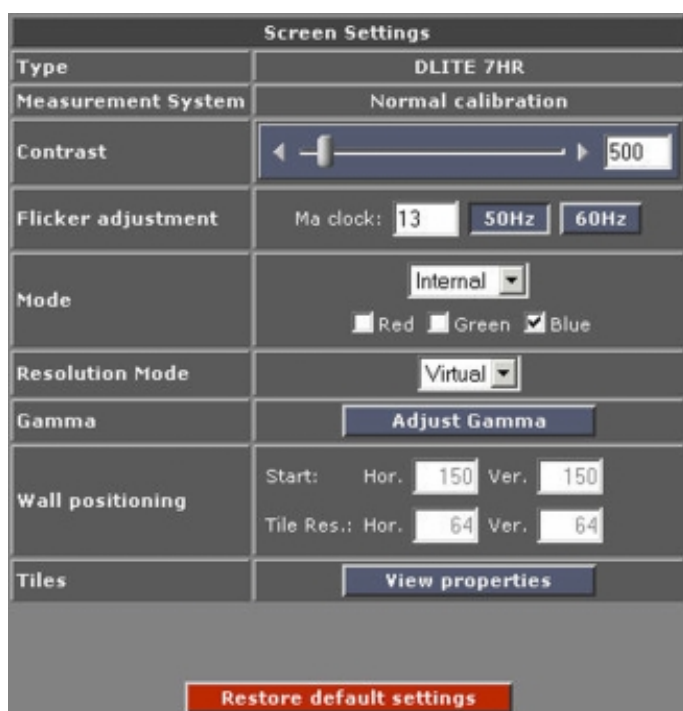

Imagen 12-1
1. Haga clic en el icono DLite o ILite para abrir la página de configuración. (imagen 12-1)
1. Haga clic en **View properties** en la ventana de configuración de la pantalla.(imagen 12-1)